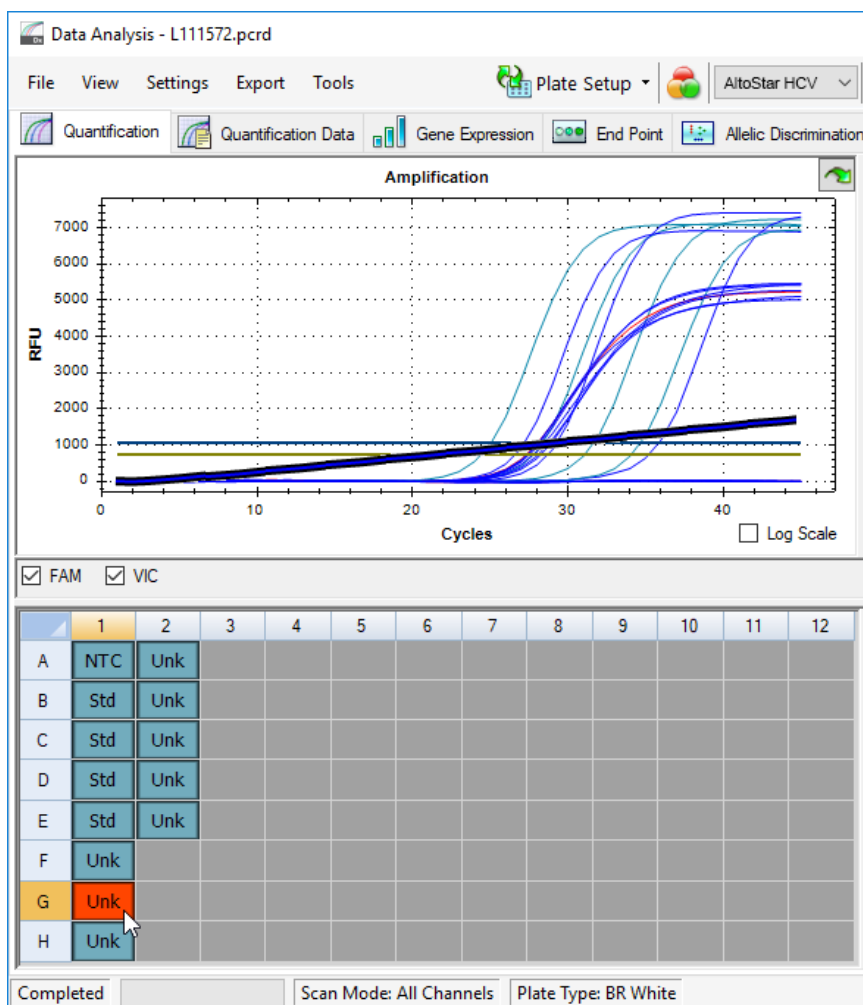

Figura 6: Janela Data Analysis (Análise de Dados): sinal PCR irregular
- Identifique os poços com sinais PCR irregulares (aumento de sinal linear, picos de sinal, etc.) em qualquer um dos canais de detecção FAM™ (alvo de HCV) e VIC™ (IC) (consulte a figura 6).